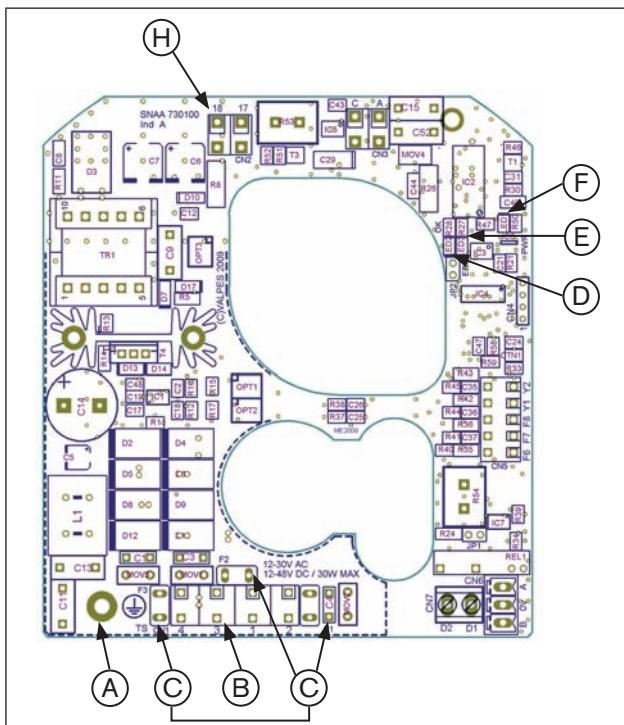
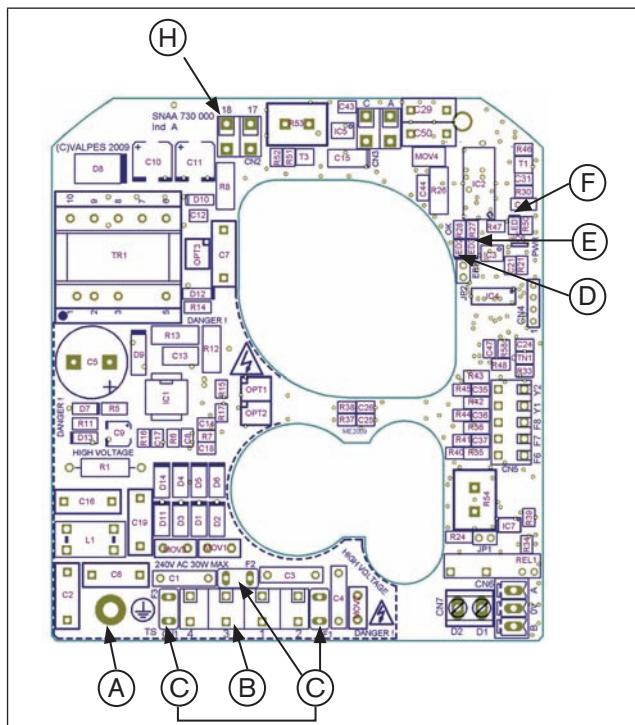
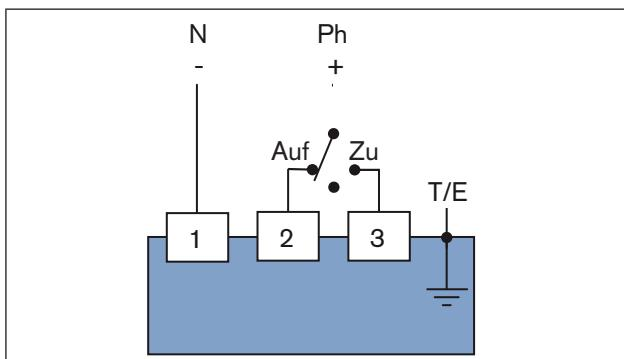
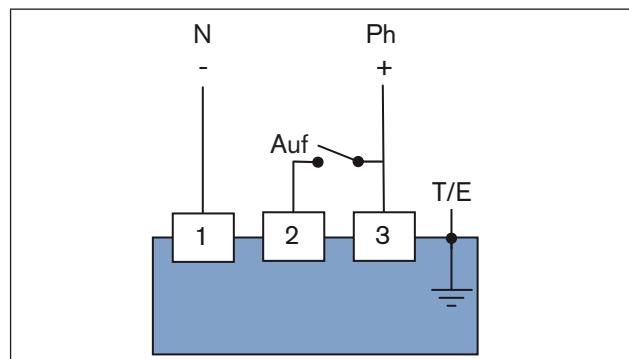

Bild 14: Stromversorgungsplatine 15-30 V 50/60 Hz (12-48 V DC)
Bild 15: Stromversorgungsplatine 100-240 V 50/60 Hz (100-350 V DC)
Bild 16: Drei Punkt Modus
Bild 17: Auf / Zu - Modus / Notstromvariante
- Hierzu die Erdungsschraube lösen und Öse des Erdungskabels mit der Erdungsschraube befestigen (siehe „Bild 14“ und „Bild 15“).
- Kabel entsprechend der gewünschten Steuerungsart (siehe „Bild 16“ und „Bild 17“) an der Klemmleiste Pos. B der Spannungsversorgungskarte anschließen (siehe Bild 14 und Bild 15).
Funktionsweise beim Auf / Zu - Modus (siehe „Bild 17“):